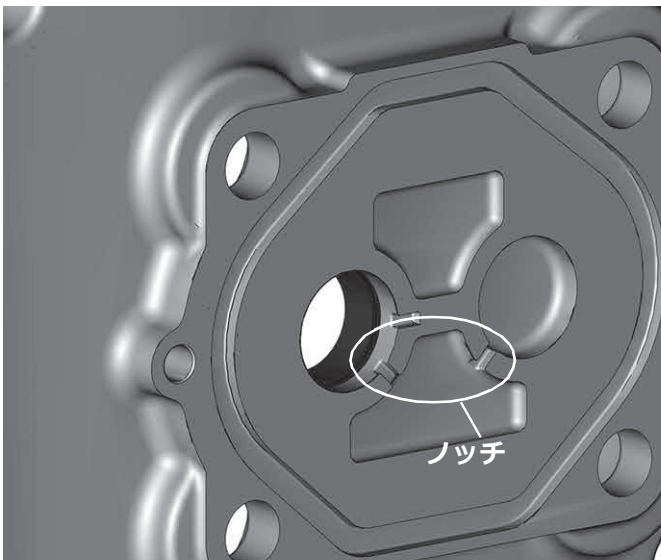
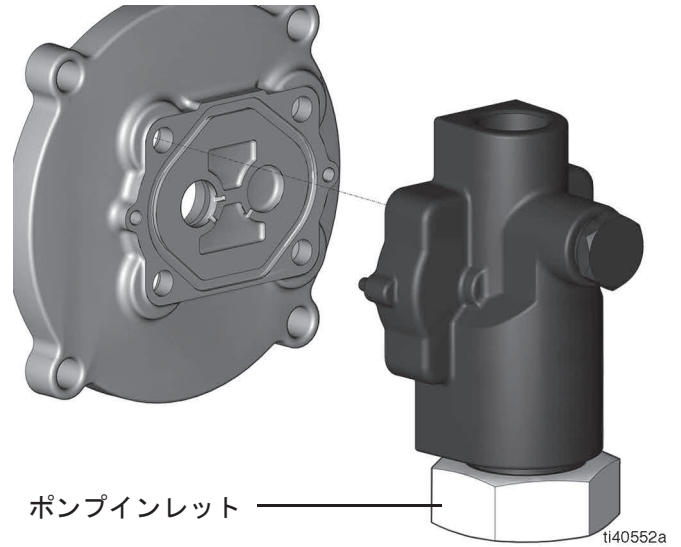

図 12
図 13
3. 切り欠きがポンプインレットの方へむくように、ポンプハウジングにアダプタープレートを設置します (図 12 および 図 13)。